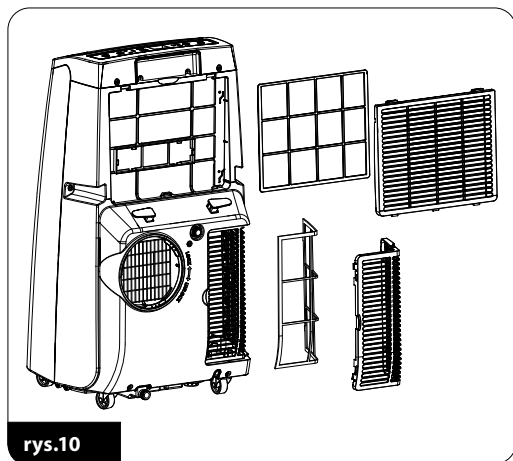

rys.9
- odkręć nakrętkę i zdejmij korek (6)
- drugi koniec drenu odpływowego podłącz do instalacji odpływowej lub naczynia (rys.9)